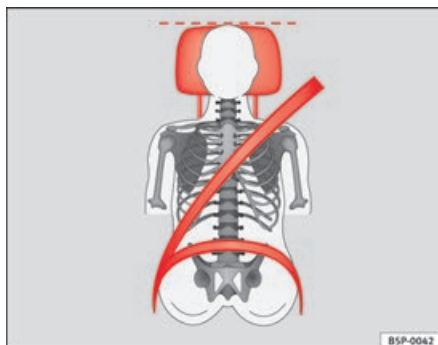

Fig. 13 Cintura di sicurezza e poggiatesta (visti da davanti) posizionati correttamente
- Il tratto superiore del nastro deve passare al centro della spalla, non sul collo! La cintura di sicurezza deve aderire bene alla parte superiore del corpo ⇒ **fig. 13**.